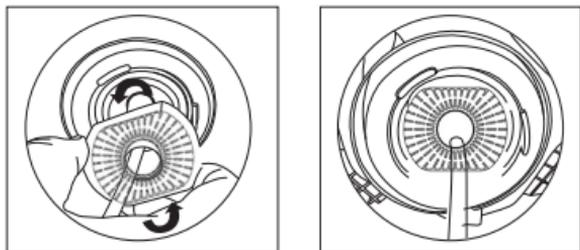

図 6
- 5.7 図6に示すように、ヒートシンク部を動かなくなるまで回して正しい位置に調整します。ヒートシンクの通気口が塞がれていないことを確認します。